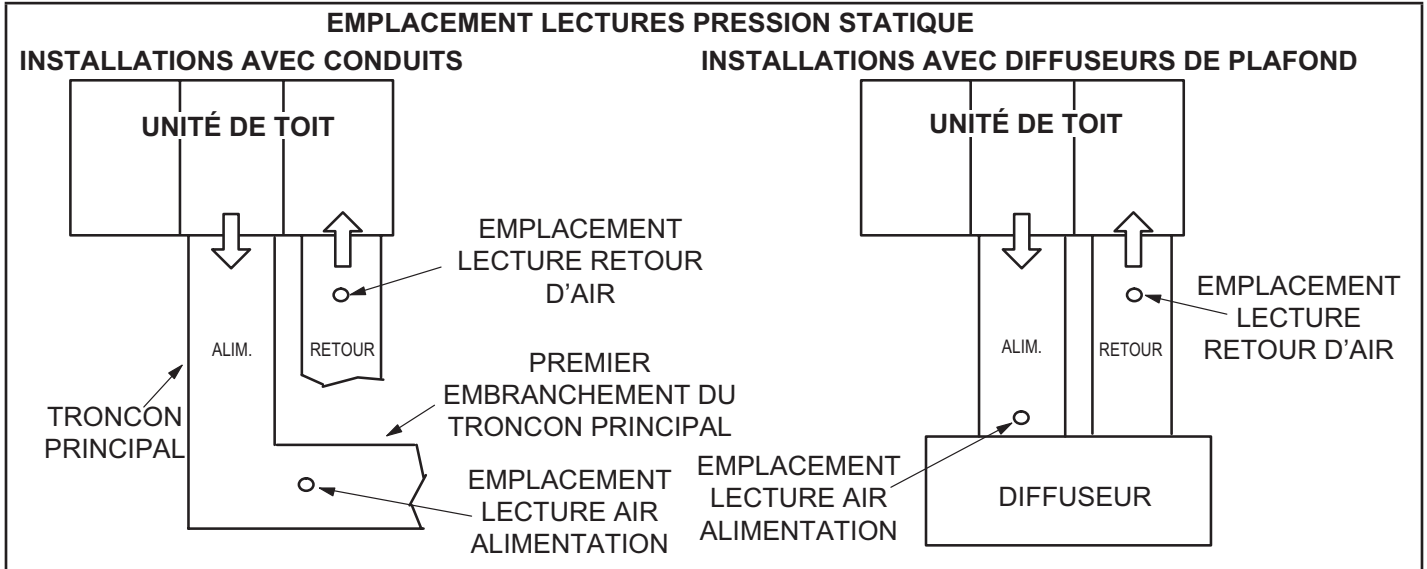

FIGURE 25
- 2 - Avec tous les panneaux d'accès en place, mesurer la pression statique à l'extérieur de l'unité (depuis l'alimentation jusqu'au retour). Les données de rendement du ventilateur sont basées sur les mesures de pression statique réalisées aux endroits indiqués à la FIGURE 25.